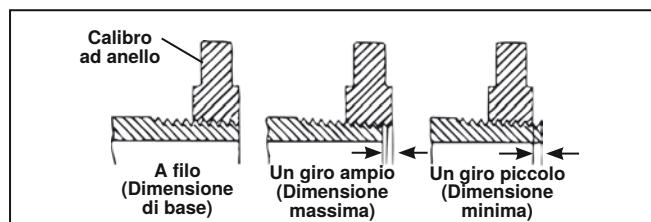

Figura 25 – Controllo della dimensione della filettatura
- Esaminare in che misura l'estremità del tubo si estende attraverso il calibro ad anello. L'estremità del tubo dovrebbe essere a filo con il lato del calibro, più o meno un giro (Figura 25). Se non è possibile misurare la filettatura correttamente, tagliare la filettatura, regolare la testa di filettatura e eseguire un'altra filettatura. L'utilizzo di una filettatura che non sia possibile verificare correttamente potrebbe causare perdite.